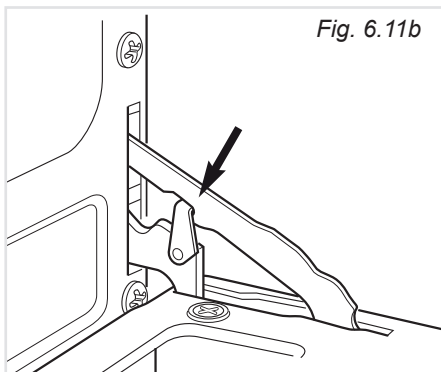

Fig. 6.11b
- Agganciare l'anello di ritegno all'apposito dente delle cerniere destra e sinistra (fig. 6.11b).
- Agganciare l'anello di ritegno all'apposito dente della baionetta superiore delle cerniere destra e sinistra (fig. 6.11b).
- Assicurarsi che la porta sia bloccata aperta (fig. 6.11b).